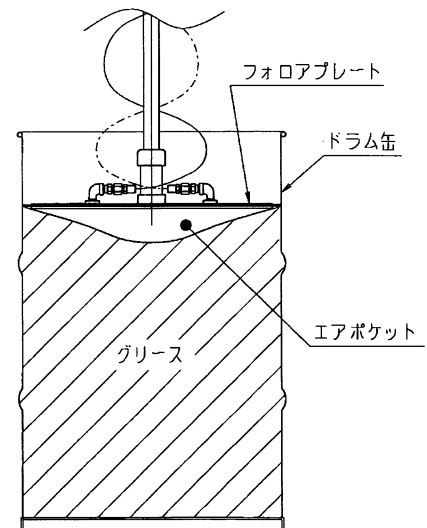

fig. 3
2. ドラム缶中央部のグリースが谷状になりますと、エアポケットができ、エアが解消できない為エア噛みを起こす要因になります。（fig. 3）